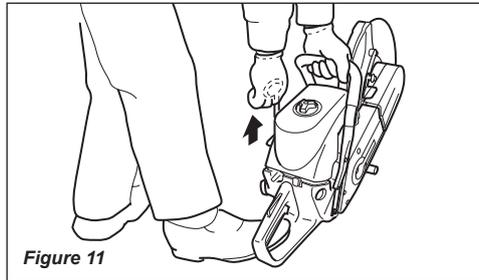

Figure 11
6. Fixer l'appareil en plaçant le pied droit dans la poignée arrière et la main gauche dans la poignée avant. Voir figure 11.